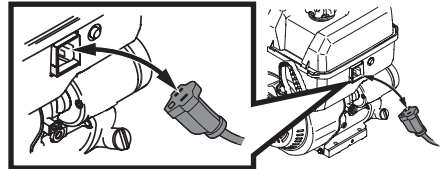

Figura 3
**NOTAS:** Al conectar el cable de alimentación, enchufe siempre el cable de alimentación en la entrada del arrancador eléctrico del motor en primer lugar; luego en el tomacorriente (Figura 3).